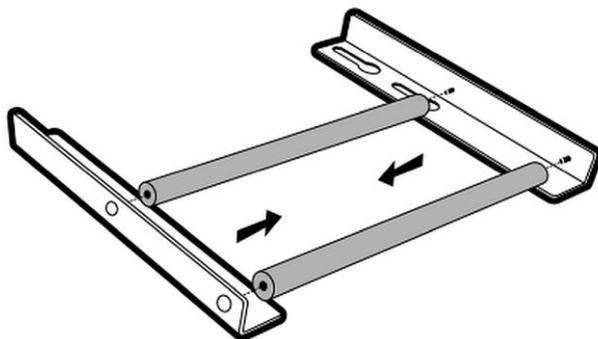

Abb. 2
1. Lösen Sie die vier Schrauben an der Rückseite des Gerätes um 3 vollständige Umdrehungen (Abb. 2).